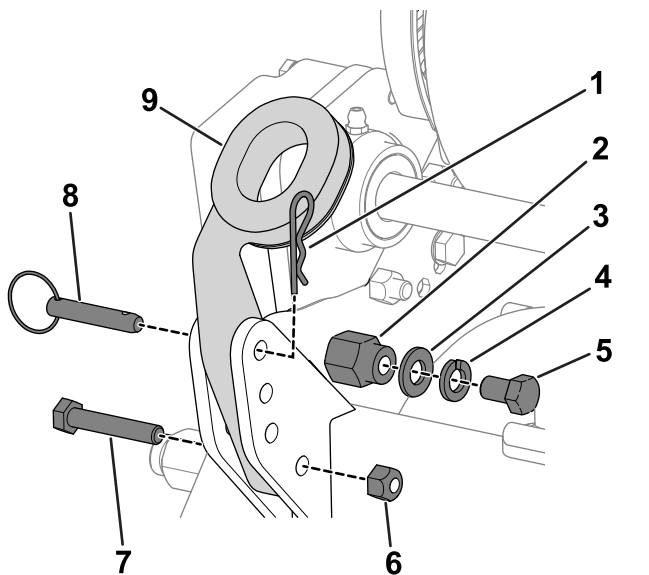

图3
- 卸下将手柄臂底部固定到机器两侧的螺栓5/16 英寸、锁紧螺母、环形销和发卡销图3。
- 从机器两侧的安装销上卸下螺栓 $\frac{5}{16}$ 英寸、垫圈和锁紧垫圈图3。
- 将手柄端穿过手柄臂上的孔并将孔与安装销对齐图3。
- 用之前卸下的螺栓5/16 英寸、锁紧螺母、发卡销和环形销将手柄臂固定到机架后面图3。